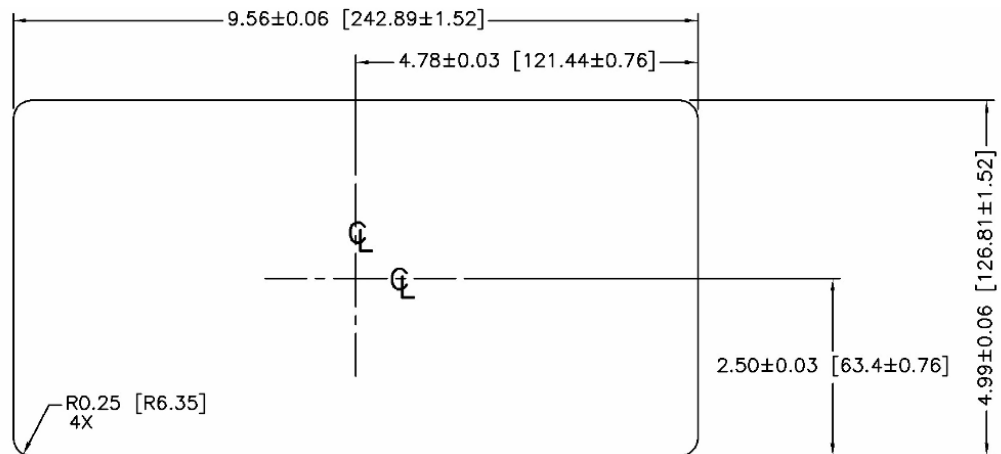

Abbildung 3-7: Plattenausschnittabmessungen
- Die Öffnung (bzw. der Ausschnitt) im Bedienfeld bzw. Industriegehäuse sollte nach Maßgabe der in Abbildung 3-7 dargestellten Abmessungen für den Plattenausschnitt bemessen werden. Die Abmessungen sind in Zoll und [Millimeter] angegeben.